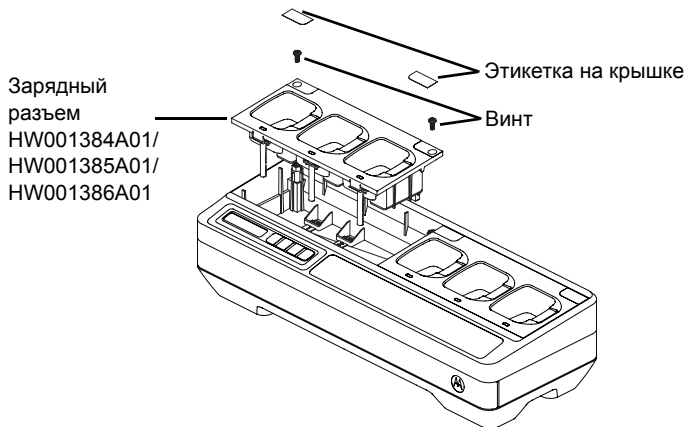
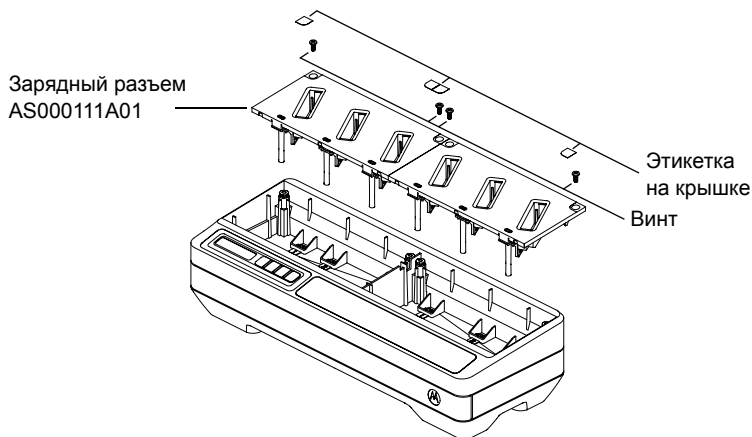

Рис. 24. Установка и извлечение зарядного разъема HW001384A01/HW001385A01/HW001386A01
Рис. 25. Установка и отсоединение зарядного разъема AS000111A01
4. Снимите зарядный разъем, потянув вверх соединительный разъем (см. Рис. 24 и Рис. 25).